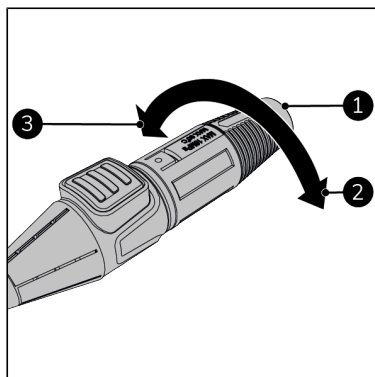

Figure 76.
3. Tournez la tête de la buse (Figure 76, pos. 1) pour modifier l'angle du jet :
- pour un angle inférieur (plus puissant), tournez-la dans le sens des aiguilles d'une montre (Figure 76, pos. 2) ;
- pour un angle supérieur (moins puissant), tournez-la dans le sens inverse des aiguilles d'une montre (Figure 76, pos. 3).